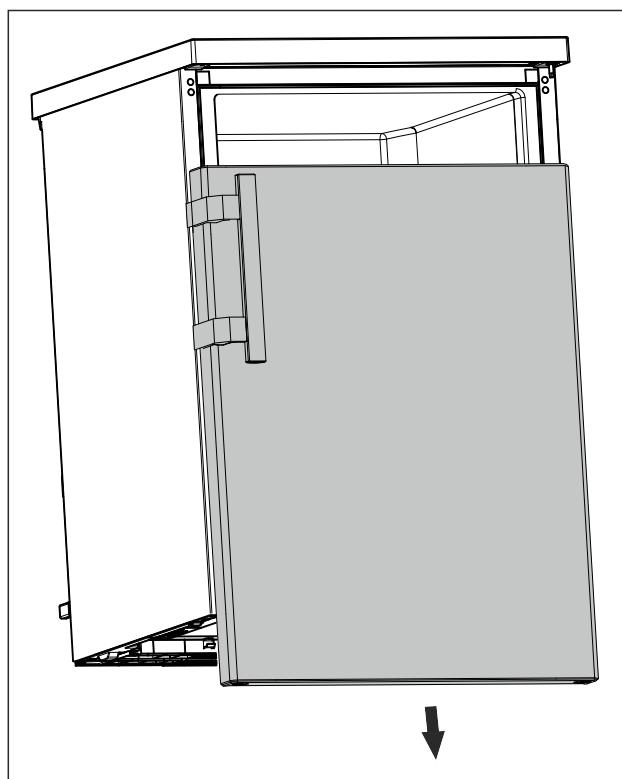

Fig. 15
- Свалете лагерната стойка надолу. (виж Fig. 15)